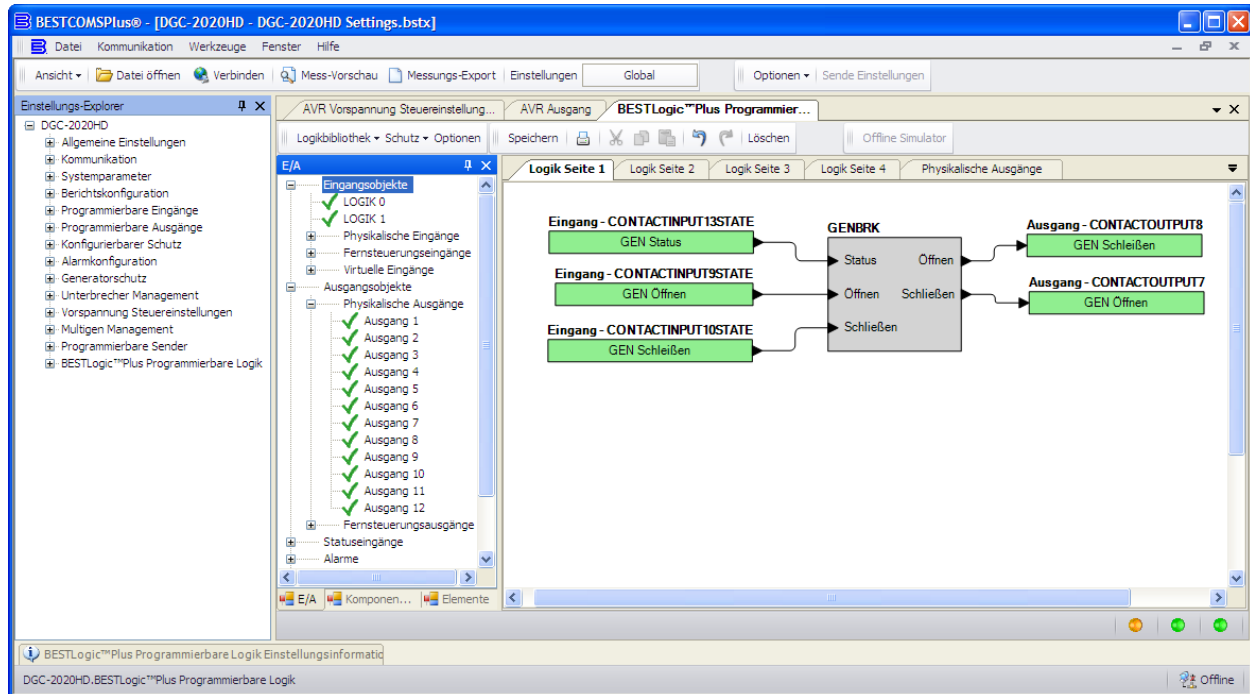

Abbildung 13-11. Synchronisator-Einrichtung in BESTLogicPlus Schritt 26
26. Klicken Sie auf das E/A Register und ziehen Sie die in Schritt 3 zugewiesenen Eingänge in das Hauptfenster der Logik. Verknüpfen Sie diese mit den entsprechenden Eingängen des GENUNTB Blocks. Ziehen Sie die in Schritt 4 zugewiesenen Ausgänge in das Hauptfenster der Logik und verknüpfen Sie diese mit den entsprechenden Ausgängen des GENUNTB Blocks. Siehe Abbildung 13-11.